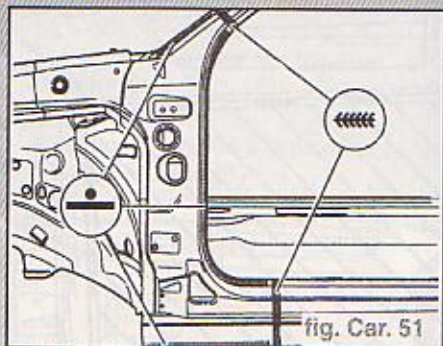

fig. Car. 51
- Souder le montant A à la pointeuse électrique (fig. Car. 51)